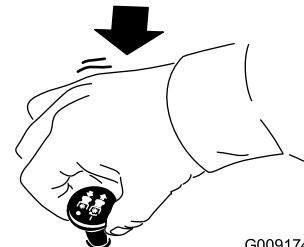

Figura 15
- Disinnestate le lame spingendo il relativo comando in posizione di SPEGNIMENTO (Figura 15).